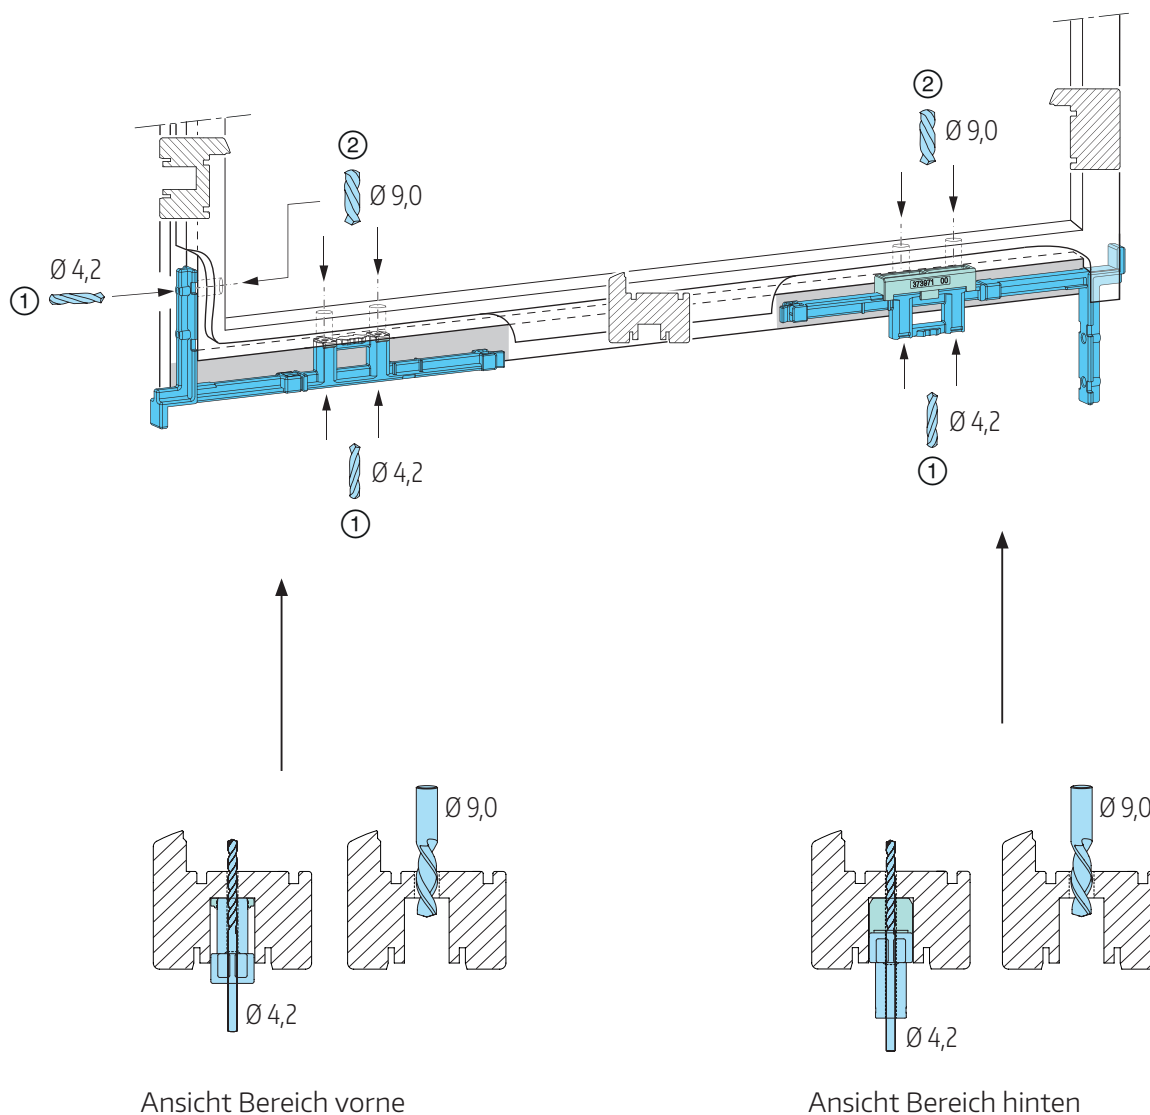

Abb. 4
Bohrlöcher mit  $\varnothing 4,2$  durchgängig bis in den Glasfalz bohren ①. Bohrlehre aus dem Flügelprofil entnehmen und Löcher zur Aufnahme von Gewindemuffen mit  $\varnothing 9$  aufbohren ② (**Abb. 4 beachten**).